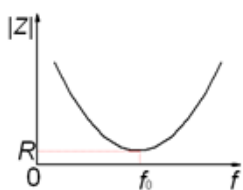
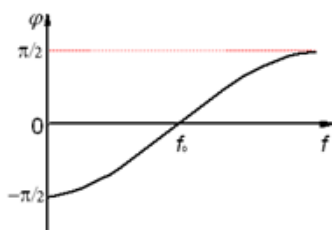
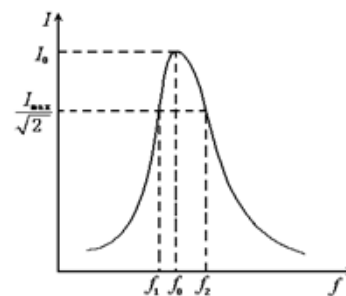

图 2 阻抗随频率的变化曲线
图 3 相频特性曲线
图 4 谐振曲线
公式 (1)、(2) 中阻抗 Z 和相位差 ϕ ，都是信号频率 f 的函数。图 2、3、4 分别为 LCR 串联电路的阻抗、相位差、电流随频率的变化曲线，其中图 3 所示的 ϕ - f 曲线称为相频特性曲线。图 4 所示的 I - f 曲线称为幅频特性曲线（谐振曲线），它表示在 LCR 串联谐振电路两端总电压 U_1 保持不变的条件下 I 随 f 的变化曲线。
图4为 LCR 串联电路的谐振曲线，在正弦波的频率 f 达到 f_0 时，电路的电流达到最大值 I_0 。在谐振曲线上电流值为 $I_0/\sqrt{2}$ 的两个频率点 f_1 和 f_2 称为半功率点， $\Delta f = f_2 - f_1$ 的值称为谐振曲线的频带宽度。通常用 Q 值来表征电路选频性能的优劣，称为电路的品质因数。